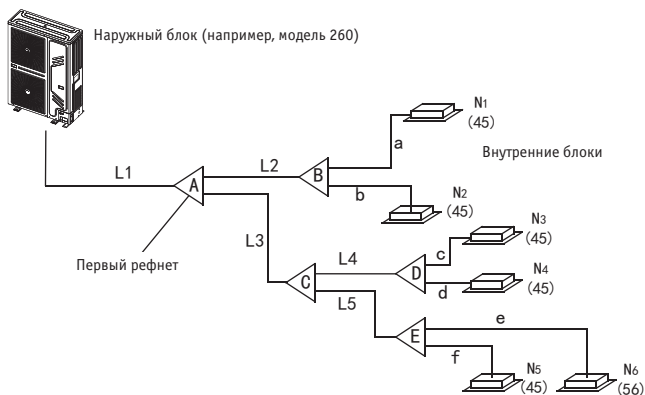

Рис. 5-5
2. Пример 1. На рис. 5-5 наиболее удаленные внутренние блоки линии L2, их общая производительность $28 \times 2 = 56$, см. табл. 4.4, размеры трубы газовой линии/жидкостной трубы – $\varnothing 15,9/\varnothing 9,52$ мм.